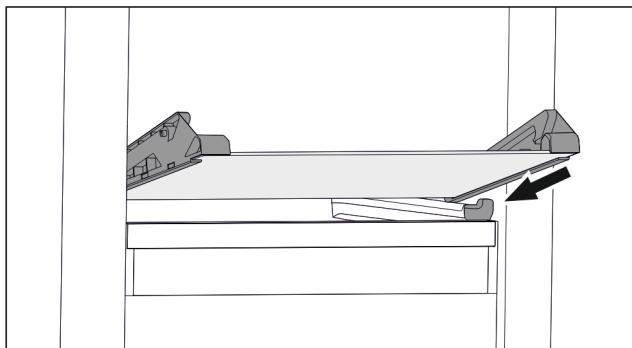

Fig. 132 Стъклена плоча на накланящото се чекмедже
- Поставете стъклена плоча под ъгъл зад ограничителите. (виж Fig. 132)